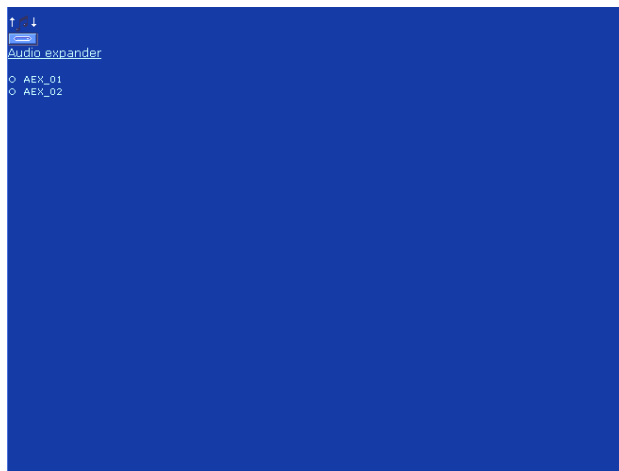

figura 32.20: Configurazione espansore audio, passaggio 1
- 1 Andare a *Configure > Equipment configuration > Audio expander*. Nella cornice principale dell'interfaccia web, appare una schermata simile a quella in figura 32.20.